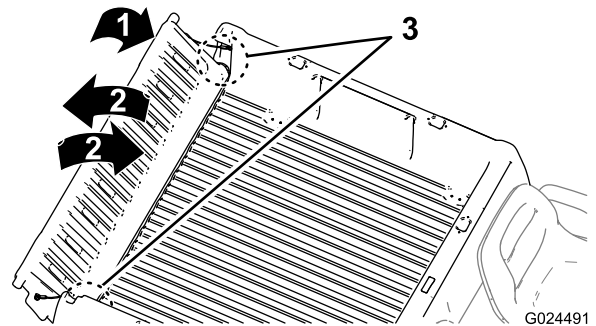

Figure 13
2. Faites pivoter le hayon à environ 45° (Figure 13).
- Faites pivoter le hayon d'avant en arrière en l'agitant légèrement quelques secondes (Figure 13).